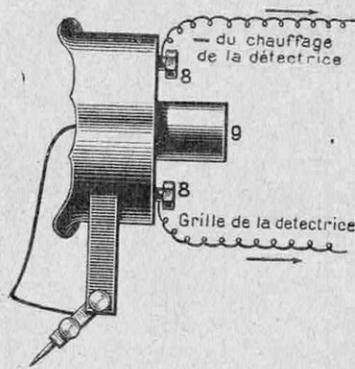

FIG. 2. — VUE DE COTÉ DU PICK-UP
Pour l'utiliser, il ne reste qu'à fixer l'écouteur au bras acoustique d'un quelconque phonographe au moyen d'un petit raccord de laiton ou de cuivre (fig. 2) (9) qui s'engage, à frottement dur, dans le tube. On réunit enfin les